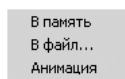

Рис. 2.39. Всплывающее меню кнопки  – **Копировать** на панели инструментов **Анимационного окна**
- щелкните на панели инструментов **Анимационного окна** по первой кнопке  – **Копировать**. Появится всплывающее меню, изображенное на рис. 2.39;